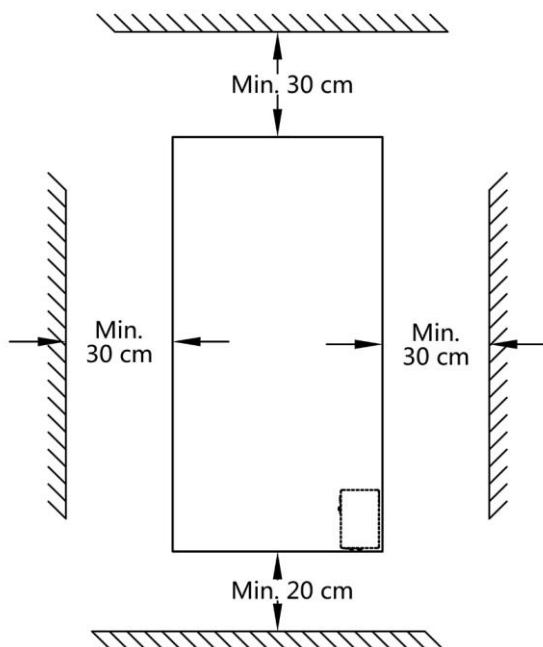

Fig. 1
Rispettare le distanze minime di posizionamento riportate in Fig. 1.
2. Determinare la posizione del supporto di installazione a parete: il supporto deve essere installato orizzontalmente rispetto alla parete. Posizionare il supporto in modo tale da rispettare le distanze minime riportate in Fig. 1 quando l'apparecchio è fissato alla parete. Fissare il supporto orientandolo correttamente (con la scritta "This side up" in alto).
5. Inserire i bulloni (A e B) nei fori con un martello. Posizionare il supporto e fissarlo saldamente alla parete usando la rondella (C), la guarnizione (D) e il dado (E).